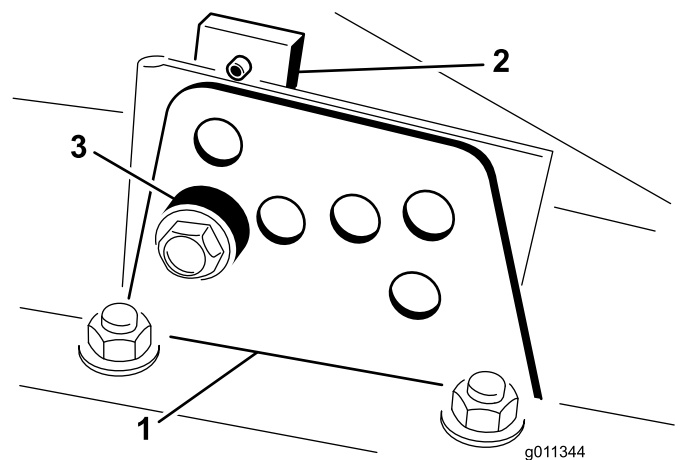

Bild 16
2. Lockern Sie die Schrauben, mit denen die Schnitthöhenhalterungen an der Schnitthöhenplatte (vorne und an beiden Seiten) befestigt sind, siehe Bild 16.
4. Entfernen Sie das Distanzstück, während Sie gleichzeitig die Kammer abstützen (Bild 16).